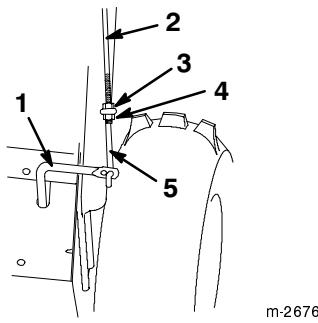

Figure 11
- Vissez un écrou à embase (embase vers le bas) sur la tige de commande supérieure située sur le mancheron droit (Fig. 11).
- Passez la tringle inférieure dans le trou extérieur de la tige de commande inférieure (Fig. 11).
- Insérez la tige de commande supérieure dans la boucle de la tringle inférieure (Fig. 11).
- Vissez un contre-écrou à embase (embase vers le haut) sur le bas de la tige de commande supérieure, sous la boucle de la tringle inférieure (Fig. 11).
- Serrez l'écrou à embase et le contre-écrou à embase solidement (Fig. 11).